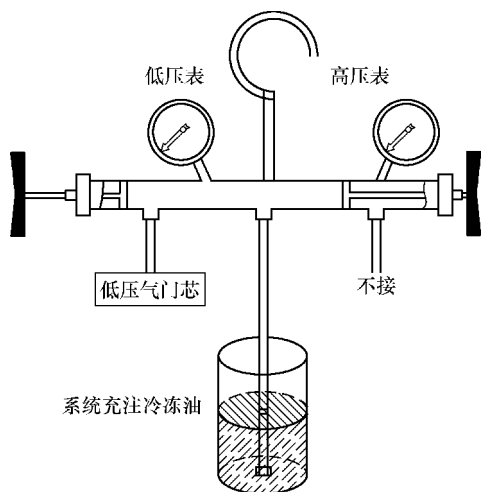

图 28-8 制冷系统加注冷冻油示意图
- ① 软管爆裂、硬管破损。
- ② 制冷剂发生大量快速泄漏。
- ③ 更换压缩机、冷凝器、蒸发器等制冷配件。
3) 还有一种方法是：将歧管压力表高、低压软管分别与系统高、低压管路相连，中间软管与真空泵连接，对系统抽真空，使系统绝对压力不高于 3.0kPa。然后关闭高低压手阀，再关闭真空泵，卸下中间软管，将高压软管或加油管插入计量好油量的量筒内，尽量插到底部，如图 28-8 所示。打开高、低压手阀，冷冻油会在真空作用下吸入空调系统中，直到计量好的预定油量吸完为止。